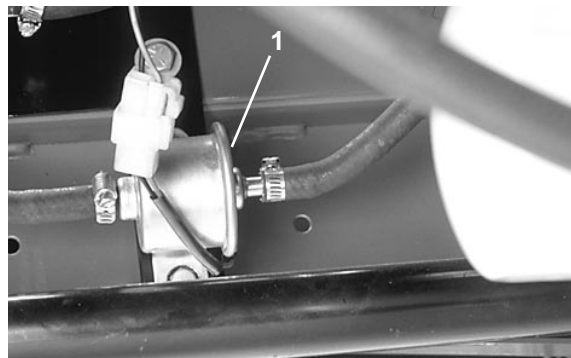

Fig. 23
1. Sæt klemmer på begge brændstofrør, som forbinder brændstoffilteret (Fig. 23), så brændstoffet ikke kan løbe ud, når rørene fjernes.
3. Løsn slangeklemmerne (Fig. 23) i hver ende af